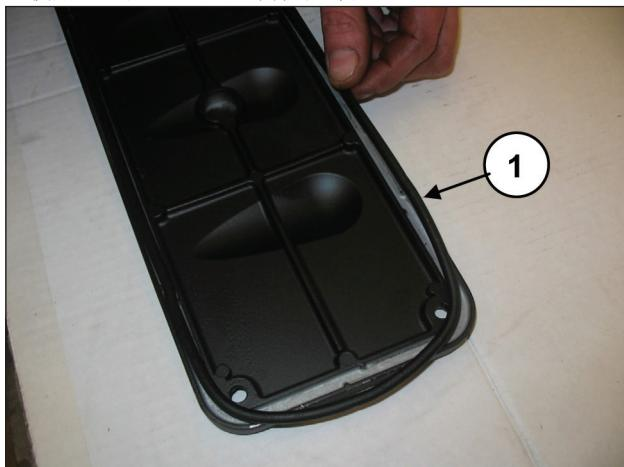
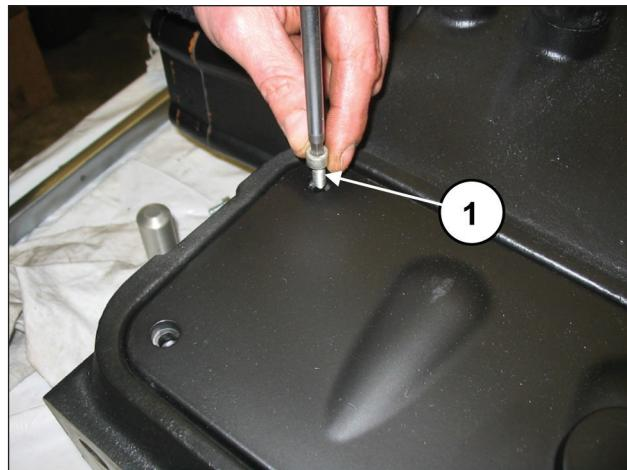

图154
图155
在检测盖上插入O形圈（部件号①，图154）并安装检测盖，可使用4+4螺丝M6x14（部件号①，图155）。